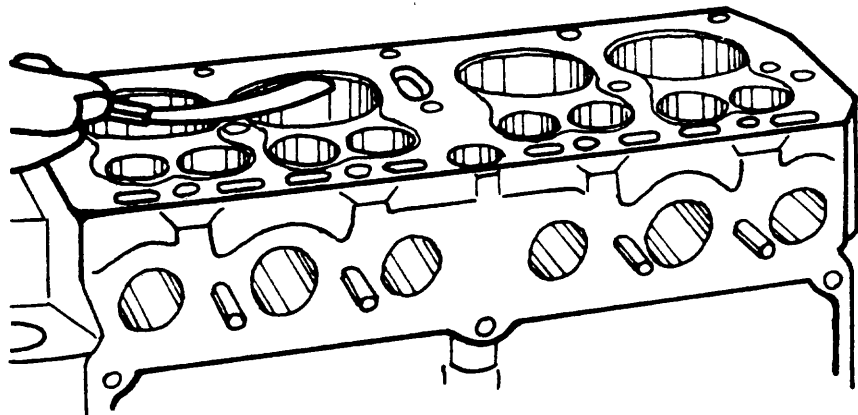

Fig. 1
- d Elimine con un raspador todo resto de empaquetaduras (fig. 1).